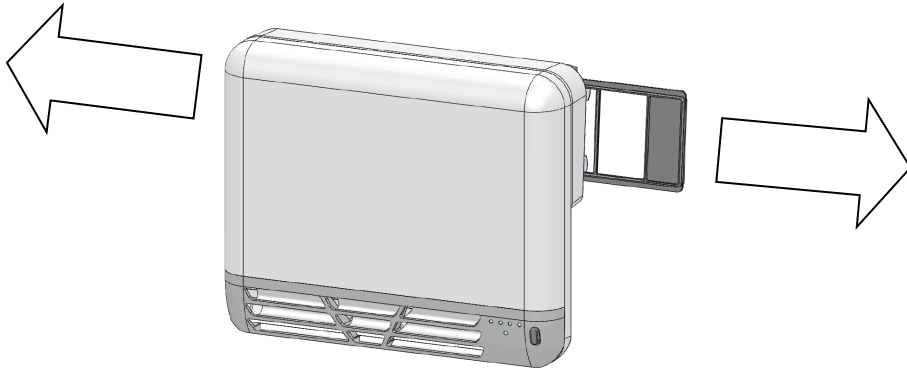

Fig. 21
2. *Trageți filtrul, aflat în partea din spate a blower-ului, spre dreapta sau spre stânga pentru a-l scoate, după cum se arată în Fig. 21.*